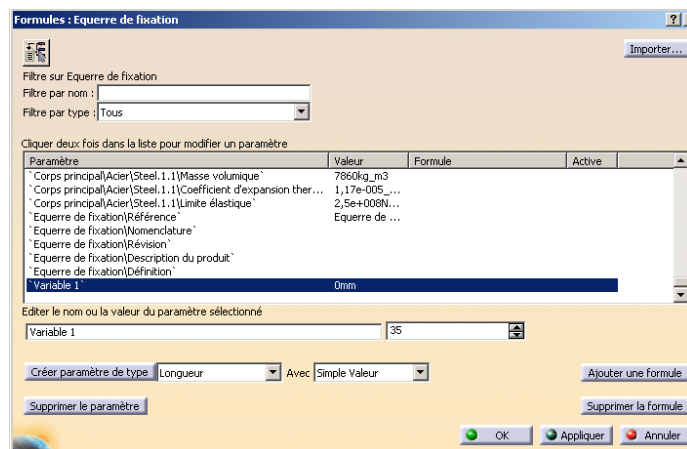

Figure 3 - Boîte de dialogue "Formules"
3. De plus, afin de limiter la taille des mailles du maillage éléments finis, toutes les arêtes vives intérieures vont être remplacées par des **congés de 1 mm**. Pour cela, sélectionnez la fonction "Formule" , puis dans la boîte de dialogue qui apparaît (Figure 3), réalisez les actions dans l'ordre suivant :